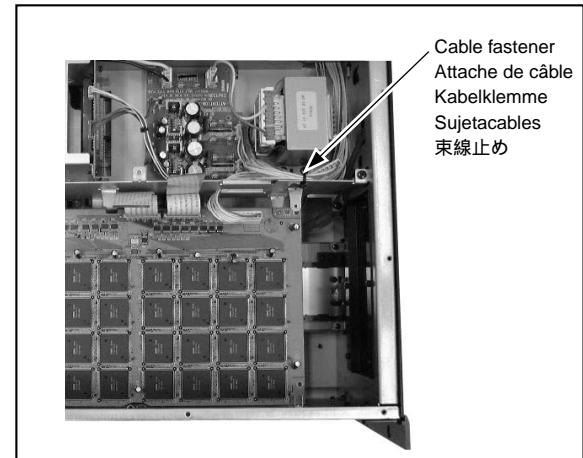

Figure 5
5. Cut and remove the cable fastener holding the power supply cable intended for the DB-SREV1 Expansion Board, as shown in Figure 5. Reinstall the previously removed DSP board, remembering to replace the two internal fixing screws and the two external fixing screws, and to reconnect the two flat cable connectors and the power supply connector.
Coupez et retirez l'attache de câble qui retient le câble d'alimentation destinée à la carte d'extension DB-SREV1 (voyez "Figure 5") et retirez cette attache.
Schneiden Sie die Kabelklemme des Stromversorgungskabels für die DB-SREV1 wie in "Figure 5" gezeigt auf und entnehmen Sie sie.